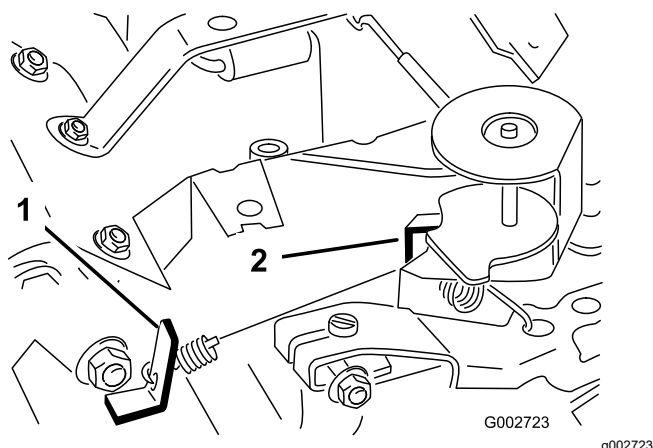

Figura 41
3. Doble la pestaña de anclaje del muelle de regulación del ralentí (Figura 41) hasta obtener una velocidad de ralentí de 1675–1175 rpm.
6. Doble la pestaña de anclaje del muelle de alta velocidad (Figura 41) hasta obtener una velocidad alta de 3350 – 3450 rpm.